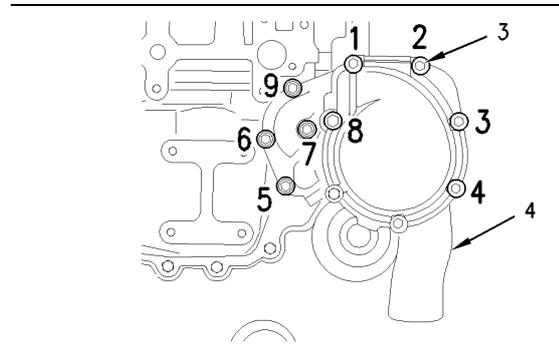

Ilustración 83
**Nota:** Apriete uniformemente los tornillos de ajuste (3) para tirar de la bomba de agua (4) hacia la caja delantera (1).
8. Apriete los tornillos de ajuste (3) en la secuencia que se muestra en la ilustración 83 a un par de apriete de 22 N·m (16 lb-pie).